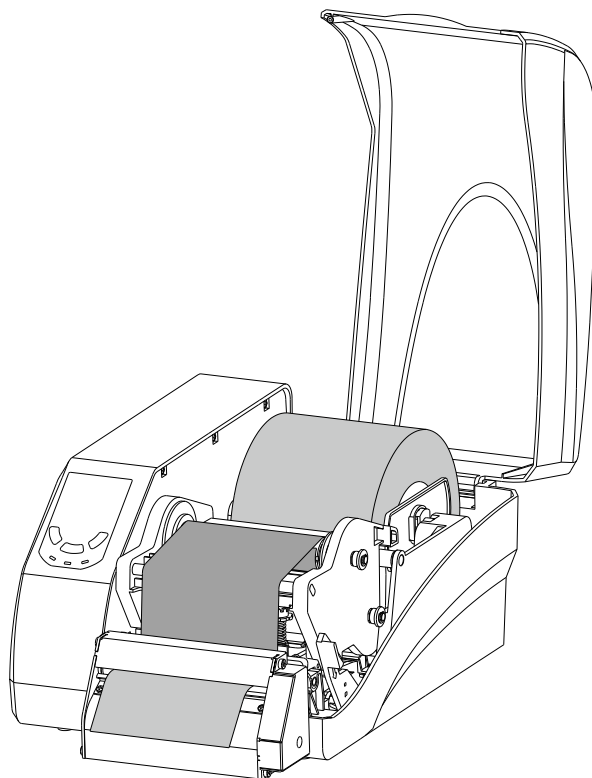

图 2-23
3. 关闭打印机电源，依次安装好碳带、纸卷（可参考标准模式下纸卷安装步骤），标签纸需从切刀穿出，如图 2-23 所示。